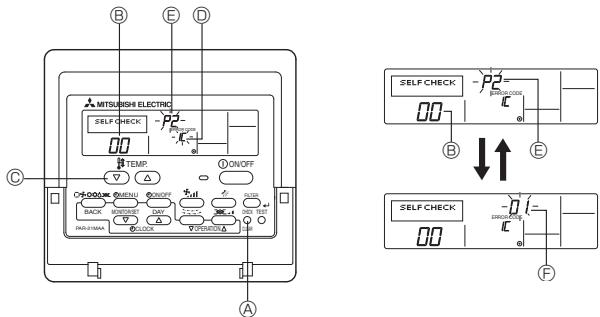

Fig. 9-3
9.3.1. Для проводного пульта дистанционного управления (Fig. 9-3)
- ① Включите питание.
- ② Дважды нажмите кнопку [CHECK].
- ③ С помощью кнопки [TEMP] установите адрес системы охлаждения (если используется системный пульт управления).
- ④ Нажмите кнопку [ON/OFF] для прекращения самопроверки.